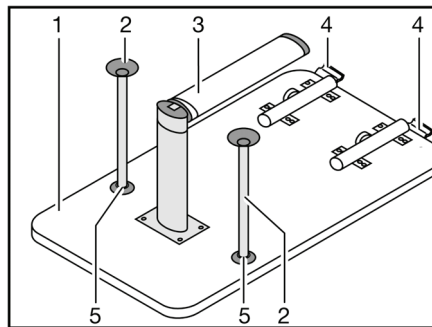

Bild 89 Bettunterbau
- Die Tischplatte (Bild 89,1) vorne ca. 45° anheben.
- Den unteren Teil des Gelenkstützfußes (Bild 89,3) um 90° umklappen. Dazu je nach Modell den unteren Teil des Gelenkstützfußes nach unten ziehen oder den Entriegelungsknopf drücken.
- An der Verriegelung (Bild 89,4) den Entriegelungsknopf drücken.
- Je nach Modell die beiden zusätzlichen Stützfüße (Bild 89,2) in die Aufnahmen (Bild 89,5) an der Unterseite der Tischplatte stecken.